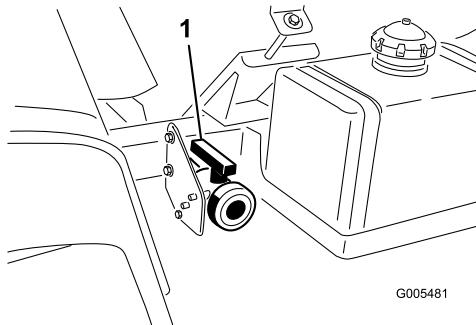

Figura 25
- La valvola di spurgo del serbatoio è situata sul lato sinistro della macchina (Figura 25). La valvola si trova sul telaio di fronte al serbatoio carburante.